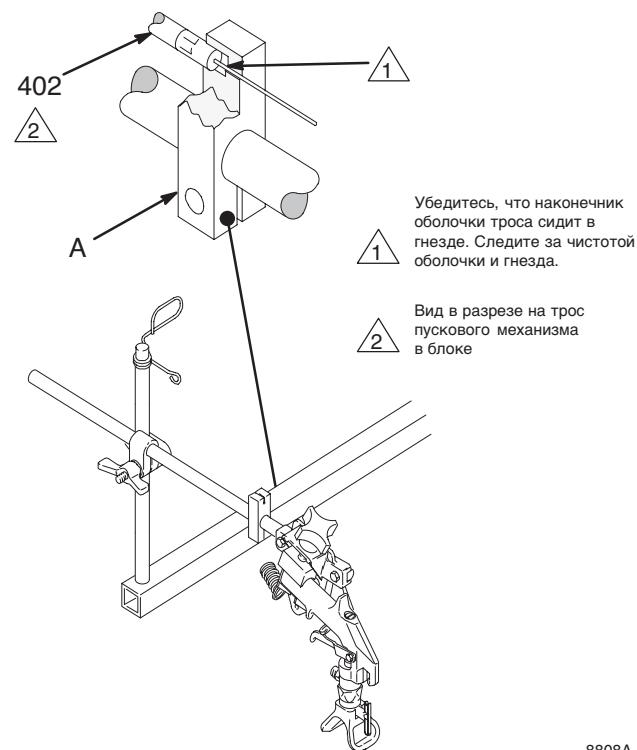
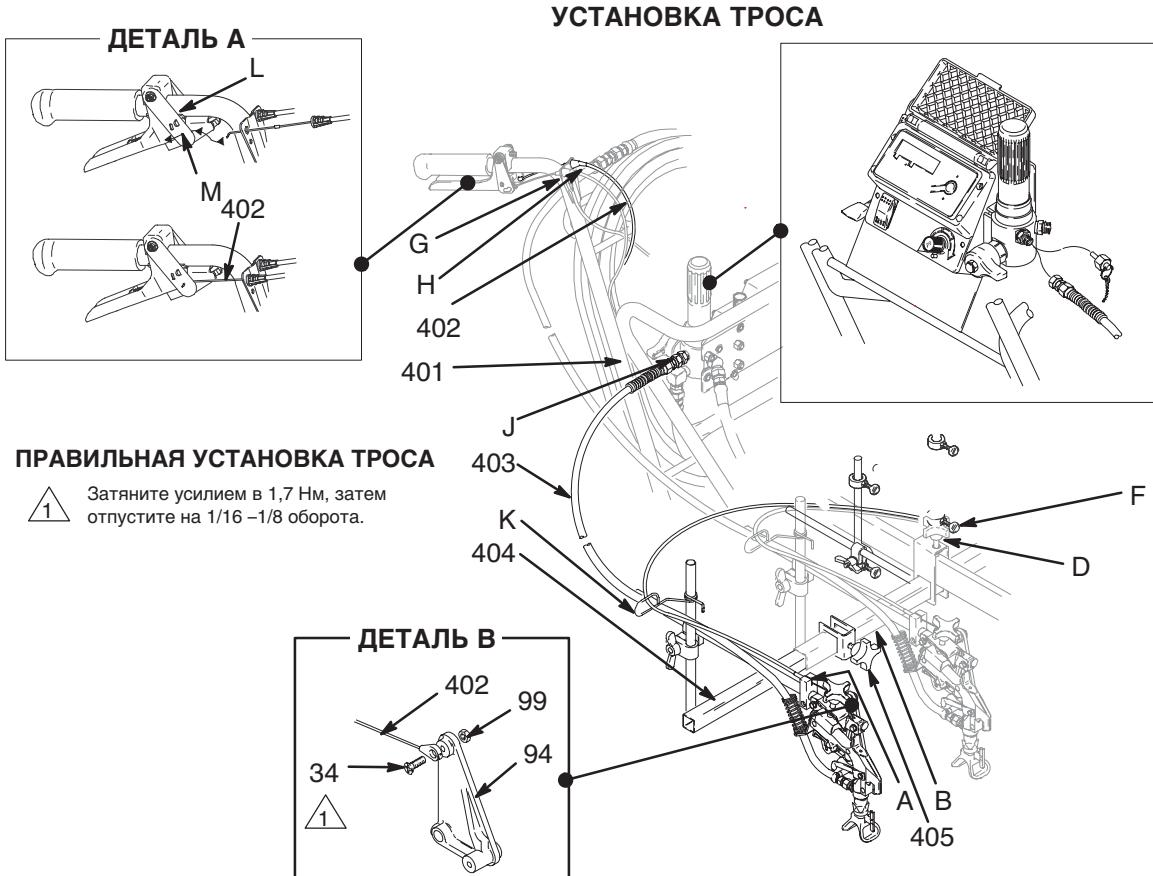

Рис. 1
Рис. 2
Распылитель включается дистанционно с помощью сдвоенного переключателя, расположенного на рукоятке. Чтобы снизить риск травмы от инъекции при случайном дистанционном включении распылителя, обязательно отсоединяйте трос пускового механизма от блока перед работой с распылителем. См. Рис. 2, деталь А. **ПРИ ОТСОЕДИНЕНИИ ТРОСА ПРОИСХОДИТ КРАТКОВРЕМЕННОЕ ВКЛЮЧЕНИЕ РАСПЫЛИТЕЛЯ!** Перед извлечением распылителя из держателя поставьте распылитель на предохранитель.
ПРИМЕЧАНИЕ: На Рис. 2, где показан монтаж второго (внешнего) распылителя на тележке со стороны насоса, представлен этап 3 установки.
1. Отсоедините трос (402) уже установленного распылителя от блока (A). См. Рис. 1. Установите пусковой механизм на предохранитель.
2. Ослабьте зажимы каретки (D). Сдвиньте штангу каретки (B) в сторону от тележки.
3. Установка штанги второго распылителя на тележке со стороны насоса: Наденьте зажим (405) на штангу каретки (B), как показано на Рис. 2. Вставьте штангу каретки в зажим каретки (D) со стороны насоса и продвиньте ее к центру тележки. Затем наденьте второй зажим (405) на штангу каретки.
6. Отсоедините трос пускового устройства от второго распылителя в месте крепления его винтом (34). См. Рис. 2, деталь В.
7. Отвинтите второй колпачок выхода фильтра (J). Навинтите шланг (403) на штуцер фильтра.
8. Удалите винт зажима направляющей (F).
9. Вставьте втулку троса (H) в плату переключателя (G). Расположите трос пускового механизма (402) параллельно тросу основного распылителя, при этом раскройте зажим направляющей (F), чтобы пропустить трос через него. Установите и затяните винт зажима направляющей (F). Протяните трос через направляющую троса (K) ко второму распылителю.
10. Пропустите изогнутый конец троса (402) через отверстие (M) в плате переключения распылителя (L). Поверните изогнутый конец и пропустите его назад, чтобы закрепить его к плате. См. Рис. 2, ДЕТАЛЬ А.
11. Снова подсоедините трос пускового устройства ко второму распылителю в месте крепления его винтом (34). Затяните винт усилием в 1,7 Нм, затем отпустите его на 1/16–1/8 оборота и затяните контргайку (99), удерживая винт (34). Убедитесь, что плата (94) движется свободно.
12. Установите скобу (401), крепящую трос к раме.
13. Подсоедините оба троса пускового устройства к блокам (A). См. стр. 4. Затем отрегулируйте натяжение троса. См. стр. 8.